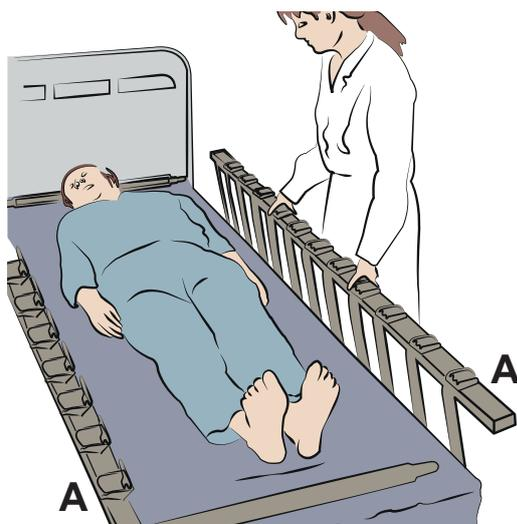

Fig. 4
7. Conecte los dos tubos de los extremos en las secciones laterales (A). Vea la fig. 4.